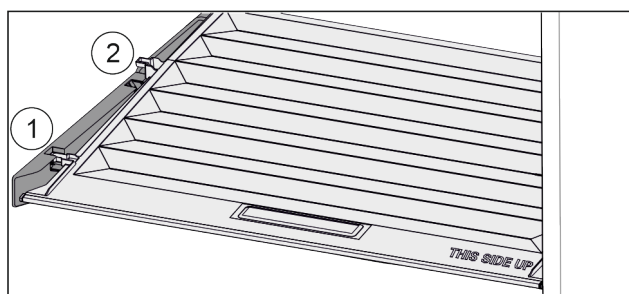

Fig. 137
- ▶ Pokrywę pociągnąć do przodu Fig. 137 (1), aż otworzy się w elementach trzymających.
- ▶ Podnieść tył od dołu i w wyjąć Fig. 137 (2) go do góry.